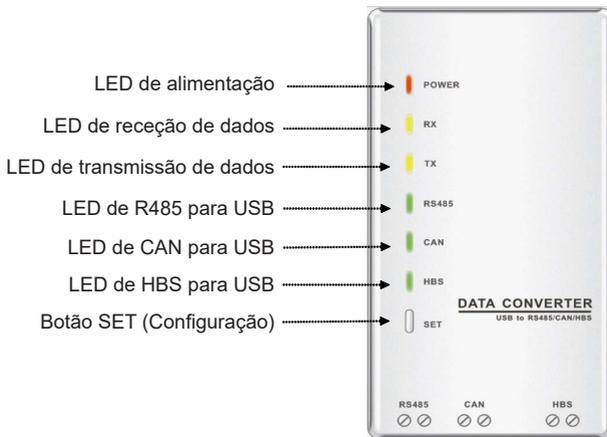

Fig.1 Vista dianteira do conversor de dados
Conforme mostrado na Fig.1, o LED vermelho é o LED indicador de alimentação. Quando o LED se acende, indica que o conversor de dados está a ser alimentado normalmente; quando o LED se apaga, indica que o conversor de dados não está alimentado ou está alimentado indevidamente.
Conforme mostrado na Fig.1, os dois LED amarelos são o LED indicador de receção (RX) e de transmissão (TX) de dados, respetivamente. Quando o PC está a transmitir dados à unidade de ar condicionado, o LED de TX pisca; quando a unidade de ar condicionado está a transmitir dados ao PC, o LED de RC pisca.
Conforme mostrado na Fig.1, os dois LED verdes são os LED indicadores de modo de comunicação.